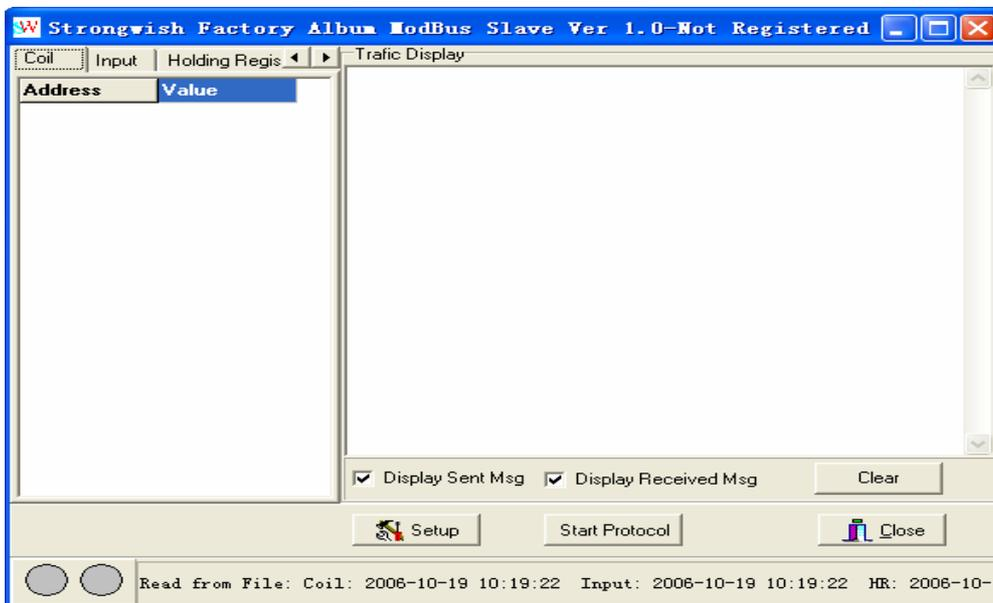

图 6-4 Modbus 通讯界面
1. 双击 MODBUS 的文件夹，打开后有两个文件夹，一个为 master，一个为 slave，打开 slave 文件夹，点击“SW”标记的应用程序，弹出如图 6-4 所示界面。